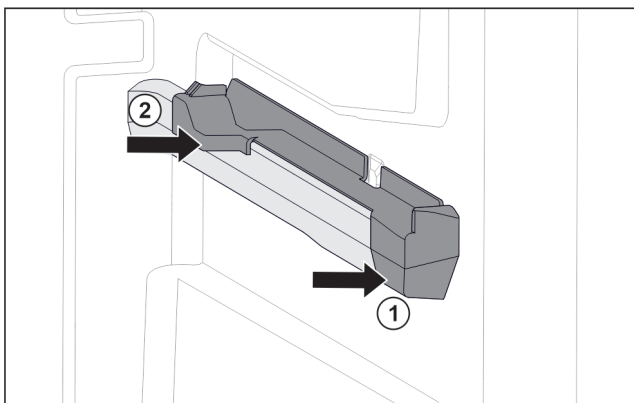

Fig. 72 Natični dio na desnom žlijebu spremnika
- ▶ Postavite natični dio sprijeda na žlijeb spremnika. Fig. 72 (1)
- ▶ Pritisnite natični dio straga. Fig. 72 (2)